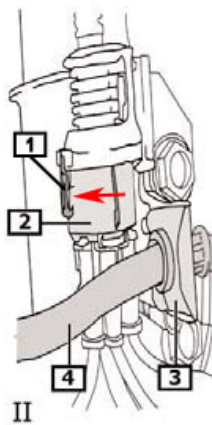

Fig. 3:
- **Fig. 3** Fahrzeuge mit Bremsbelagverschleißanzeige: Steckverbindung (2) trennen: Primärverriegelung (1) nach unten schieben, Sekundärverriegelung (2) in Pfeilrichtung verdrehen, Kabelsatzstecker abziehen.
- **Fig. 3** Vehicle with brake lining wear indicator: Disconnect plug (2): Push primary locking mechanism (1) down, turn secondary locking mechanism (2) in the direction indicated by the arrow, pull out cable plugs.
- **Fig. 3** Véhicules avec affichage de l'usure des plaquettes de frein : débrancher le connecteur (2): pousser le verrouillage primaire (1) vers le bas, faire tourner le verrouillage secondaire (2) dans le sens de la flèche, retirer la prise de raccordement de câble.
- **Fig. 3** Vehículos con indicación de desgaste del forro del freno: retirar el conector (2): Empujar el bloqueo primario (1) hacia abajo, girar el bloqueo secundario (2) en el sentido de la flecha, extraer el conector del haz de cables.